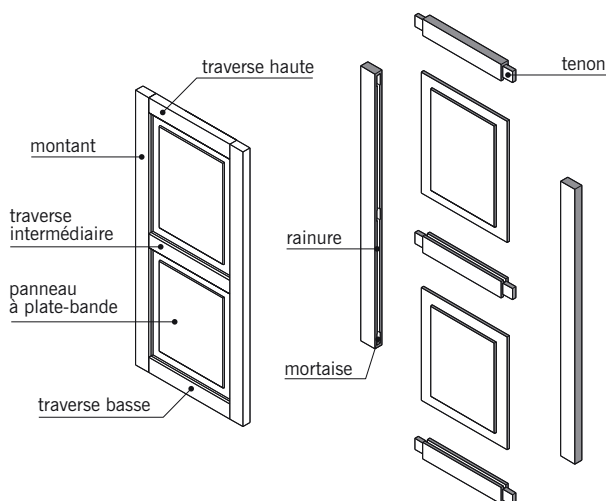

fig. 12.3
■ La **porte menuisée** ou **porte à panneaux** appelée parfois « porte traditionnelle » (fig. 12.3 et 12.4) : porte intérieure consti-